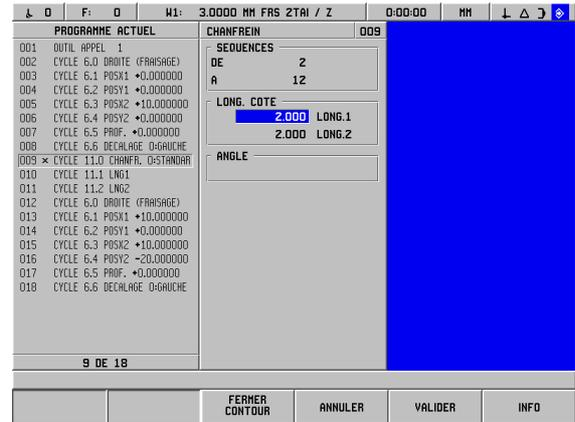

fig. I.54 Paramètres d'introduction pour un chanfrein
**Lignes en intersection** – Vous pouvez insérer un chanfrein entre deux droites formant une intersection. Les deux séquences qui définissent les droites se succèdent dans le programme. Cf. fig. I.54.